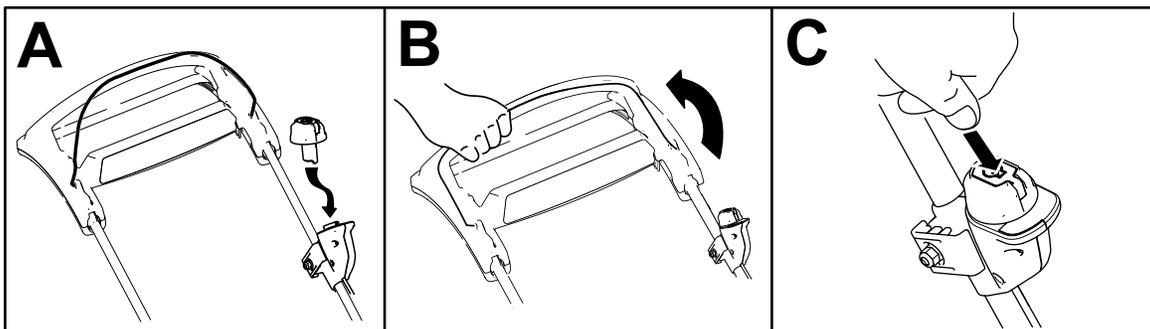

Рисунок 13
2. Вставьте кнопку электрического запуска в переключатель электрического запуска (вид А на рис. Рисунок 13).
3. Потяните штангу управления ножом в направлении рукоятки и удерживайте ее (Рисунок 13).
4. Нажмите кнопку электрического запуска и держите нажатой, пока двигатель не запустится (вид С на Рисунок 13).